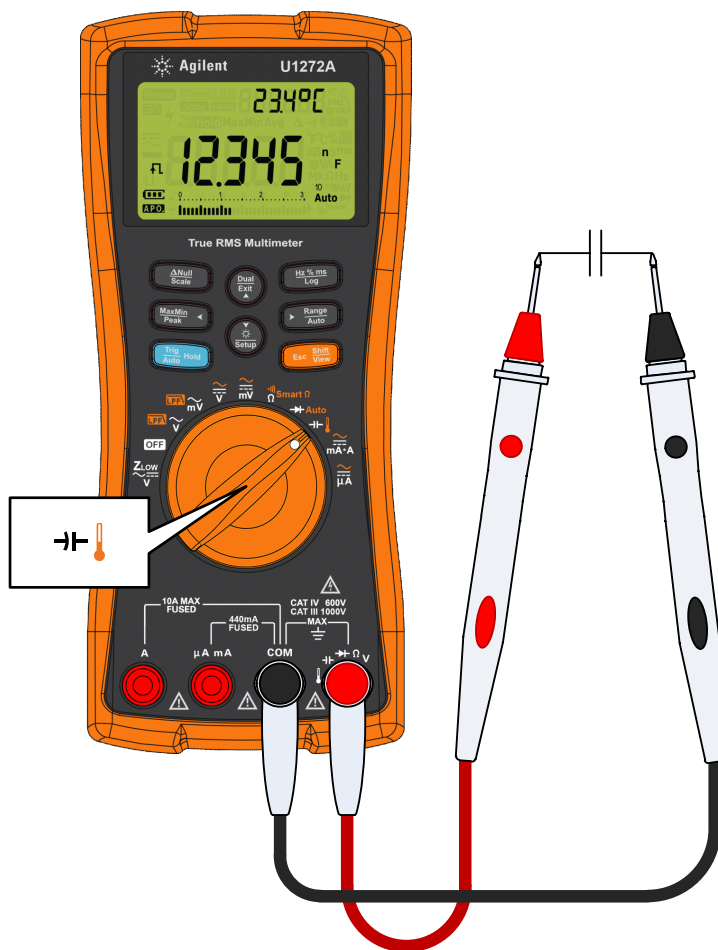

Figura 2-25 Medición de capacitancia
- 1 Para medir la capacitancia, coloque el indicador giratorio en $\rightarrow \text{C}$ y configure el multímetro como se muestra en la Figura 2-25.